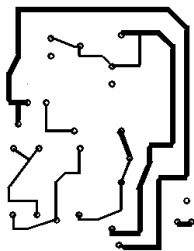

图 6.1 印刷电路图
本案例绘制的是一个印刷电路图，如图 6.1 所示。主要介绍了 TRACE 命令和圆环的画法。
(5) 用 TRACE 命令补充丢掉的线条, 得到最后的效果 (见图 6.1)。